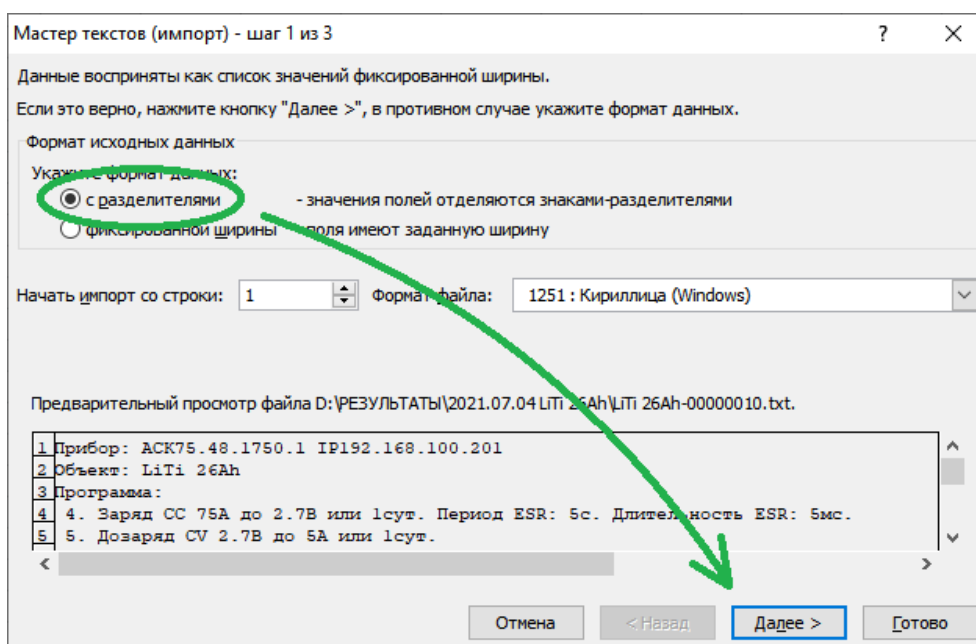

Рисунок 51 - Файлы результатов измерений содержат разделители
- В открывшемся окне "Мастер текстов (импорт) - шаг 1 из 3" выбрать вариант "с разделителями" и нажать кнопку "Далее" (см. рисунок 51);